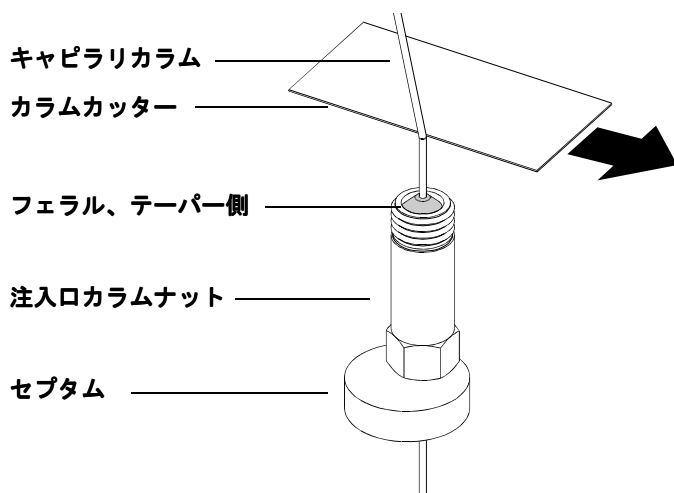

図 7 キャピラリカラムの取り付け準備
- 1 セプタム、カラムナットおよびコンディショニングされたフェラルをカラムの固定されていない方の端に突き通します（図 7）。フェラルのテーパーのある端をカラムナットから離れた方に向けて通します。